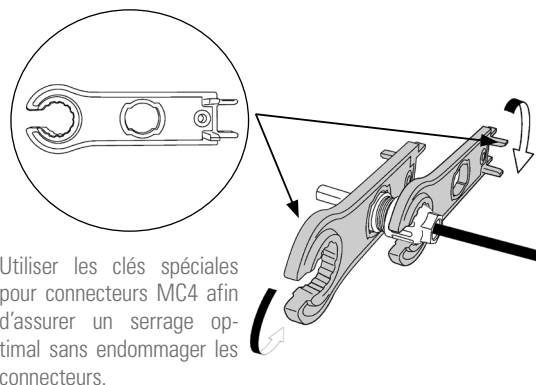

Fig. 20. Utilisation de la clé plate.
- Utiliser une clé plate pour visser l'écrou jusqu'au bout et vérifier que la borne est bien fixée (cf. Fig. 20).